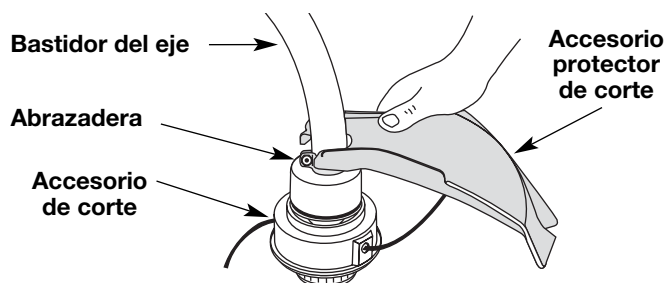

Figure 3
1. Coloque el accesorio protector de corte sobre el bastidor del eje por encima del ensamble de la abrazadera (Fig. 3).